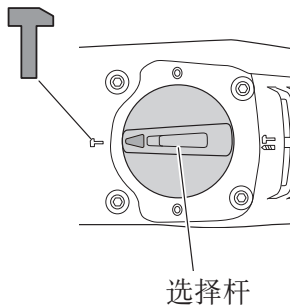

图 10
- (b) 如图 10 所示，将选择杆的 ▲ 对准曲柄盖上的 T。